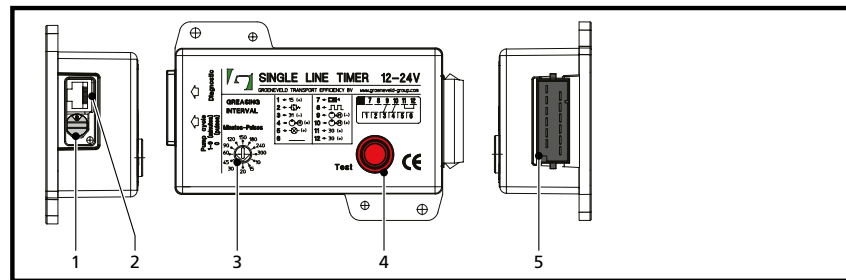

Abbildung 5.1 SingleLine Timer (SLT)
Die Schmierintervallzeit kann mit dem Schmierintervall-Drehknopf (Abbildung 5.1/3) des SLT eingestellt werden. Drehen Sie diesen Schalter mit einem passenden Schraubendreher in die gewünschte Position. Bei Drehen des Drehknopfes ist bei jeder Position zur Bestätigung ein kurzer Piepton zu hören. Ein Schmierenszyklus startet automatisch nach jedem vollendeten Schmierenszyklus und nach Ablauf der eingestellten Schmierintervallzeit.
Die Intervallimpulse können mit dem Drehschalter (Abbildung 5.1/3) des SLT eingestellt werden. Drehen Sie diesen mit einem passenden Schraubendreher in die gewünschte Position. Bei Drehen des Drehschalters ist bei jeder Position zur Bestätigung ein kurzer Piepton zu hören. Ein Schmierzyklus startet automatisch nach jedem vollendeten Schmierzyklus und nach Ablauf der eingestellten Anzahl Impulse.
Die Pumpzeit kann mit dem Drehschalter (Abbildung 5.1/1) auf der Seite des SLT eingestellt werden. Gehen Sie wie folgt vor, um die Pumpzeit festzulegen.
2. Drehen Sie den Drehschalter (Abbildung 5.1/1) in Position 9. Wenn die Zündung beim Drehen des Drehschalters eingeschaltet ist, ist bei jeder Position zur Bestätigung ein kurzer Piepton zu hören. In Position 0 fungiert der SLT als Impulstimer mit einer Pumpzeit von 3 Minuten. Die Positionen 1 bis 9 entsprechen einer Pumpzeit von 1 bis 9 Minuten.
In Position 0 arbeitet der SLT als Impulstimer. Aus diesem Grund muss Stift 8 des SLT-Steckverbinders (Abbildung 5.1/5) zum Beispiel an die Bremslichter oder den Impulsschalter angeschlossen sein.
4. Starten Sie von Hand einen Schmierzyklus. Drücken Sie dazu den roten Testknopf (Abbildung 5.1/4), bis ein kurzer Piepton zu hören ist, und lassen Sie den Testknopf dann los. Daraufhin startet der Schmierzyklus. Messen Sie die Zeit zwischen dem Starten des manuell gestarteten Zyklus und des Signals „Druck erreicht“. Das Signal „Druck erreicht“ ist an einem integrierten Alarmsummer zu erkennen, der 3 Sekunden lang ein pulsierendes Signal aussendet. Die gemessene Zeit zwischen dem manuell gestarteten Zyklus und dem Signal „Druck erreicht“ ist vom Pumpentyp, der Länge der Hauptleitung, dem Format/der Anzahl der Dosiergeräte und der Temperatur abhängig. Daher ist es wichtig, hier die richtige Einstellung vorzunehmen.
5. Drehen Sie den Drehschalter in die richtige Position, nachdem Sie die Zeit zwischen dem Starten des manuell aktivierten Schmierzyklus und dem Signal „Druck erreicht“ gemessen haben. Die richtige Position: Runden Sie die gemessene Pumpzeit auf die erste ganze Minute auf und addieren Sie eine (1) Minute hinzu (siehe Beispiel).
Drücken Sie den roten Testknopf (Abbildung 5.1/4). Nach einer (1) Sekunde ist ein kurzer Piepton zu hören. Lassen Sie den Testknopf los; daraufhin wird sofort ein Schmierzyklus gestartet.
Drücken Sie den roten Testknopf (Abbildung 5.1/4) 6 Sekunden lang. Auf den kurzen Piepton folgt bereits schnell ein pulsierender Piepton. Lassen Sie den Testknopf los. Daraufhin werden sofort 10 Schmierzyklen gestartet. Nur in diesem Modus stimmen die Intervallzeiten mit der auf dem Drehschalter eingestellten Pumpzeit überein. Eventuelle Störungen werden über den Alarmsummer und/oder die Alarmlampe angezeigt.
Drücken Sie den roten Testknopf (Abbildung 5.1/4) 6 Sekunden lang. Auf den kurzen Piepton